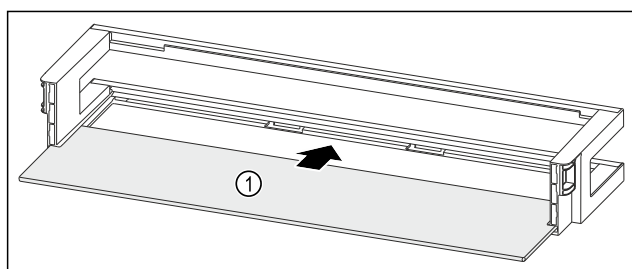

Fig. 102 Лотки на дверцятах з полицею
- ▶ Посуньте полицю Fig. 102 (1) у бічні пази.